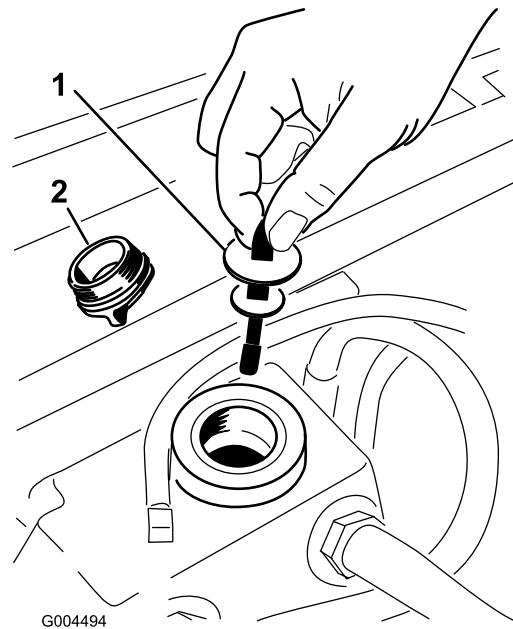

Figure 68
3. Enlevez le bouchon (Figure 68) du goulot de remplissage du réservoir hydraulique.
4. Retirez la jauge et essuyez-la sur un chiffon propre (Figure 68).
5. Remettez la jauge dans le goulot de remplissage, sortez-la de nouveau et vérifiez le niveau de liquide (Figure 68). Si le niveau n'atteint pas la zone crantée de la jauge, ajoutez une quantité suffisante de liquide hydraulique de haute qualité pour faire monter le niveau jusqu'à la zone crantée. **Ne remplissez pas excessivement.**